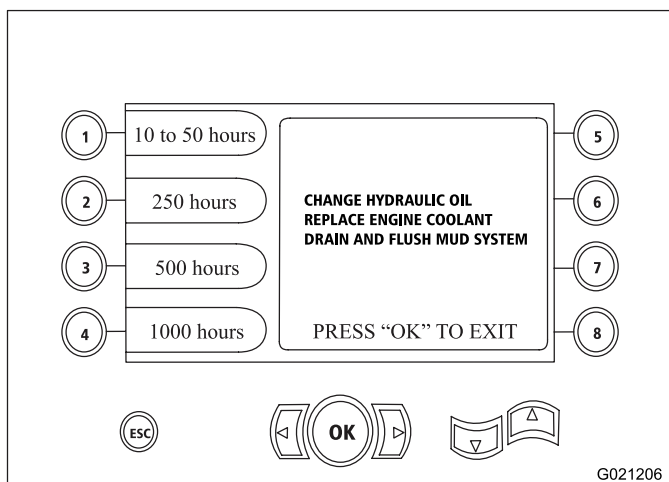

Рисунок 27
- Кнопка 4 – регламент техобслуживания после наработки 1000 часов (Рисунок 27)